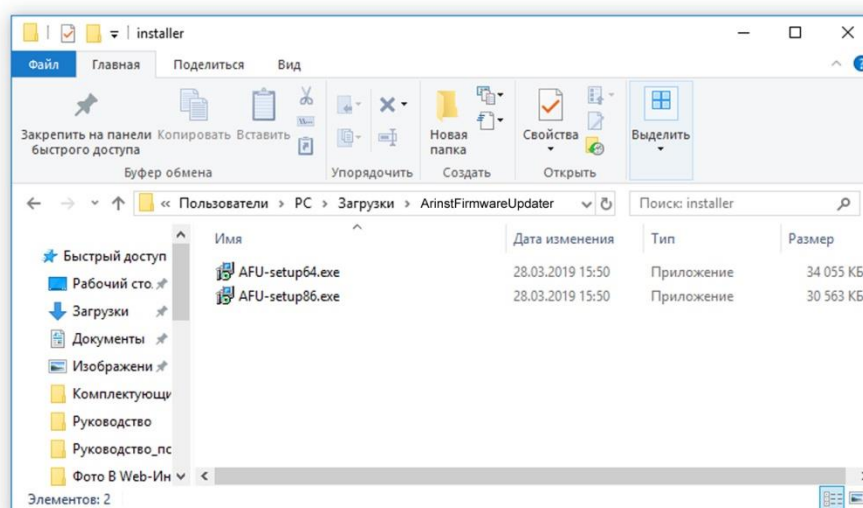

Рисунок A1.3 – Разархивированный загруженный файл
1.3. Войдите в директорию, в которую был загружен сжатый (архивный) файл и разархивируйте его при помощи программ-архиваторов (Рисунок A1.3).